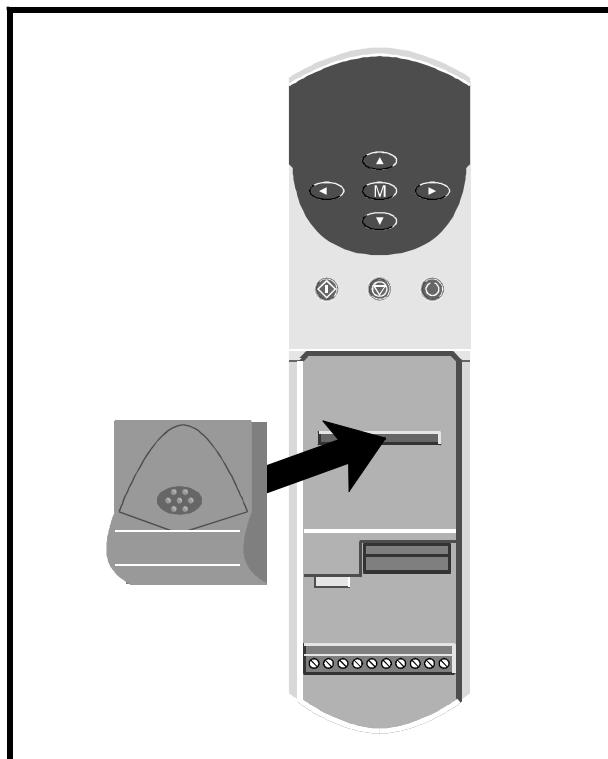

Figura 1 Colocación del UD55 en el Unidrive
- 5** Coloque el conector de varias vías en la parte posterior del UD55, encima del conector del accionamiento (consulte la Figura 1), y presione en el soporte táctil hasta colocar el UD55 en su lugar.